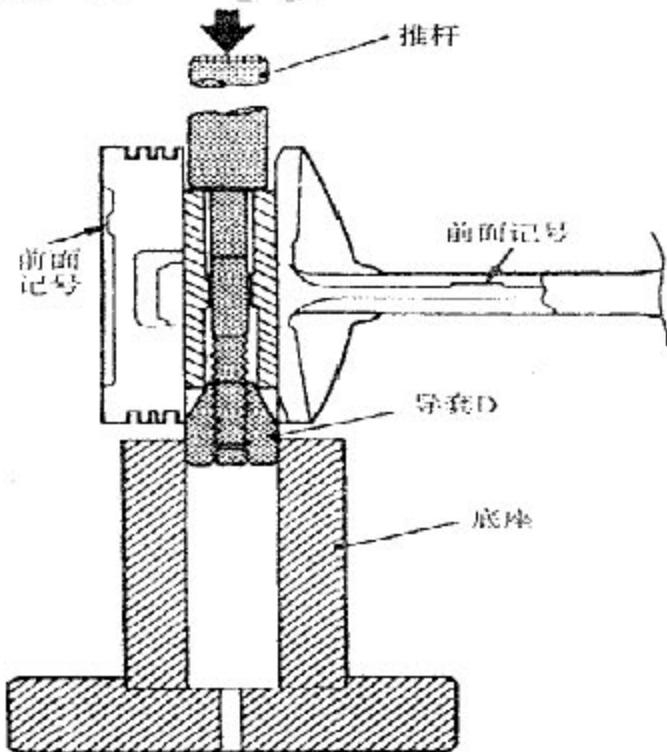

图 3-43
- 如图 3-43, 从前面箭头记号侧插入推杆(专用工具), 然后装导套 D。